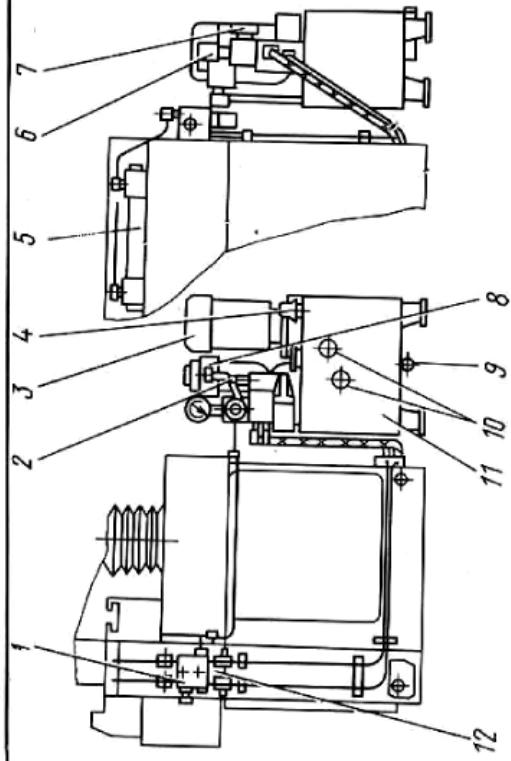

Рис.2. Гидротехническая
- гидрокоммуникации ЗЕ642E.70.000 (рис.2);
Гидрокоммуникация (рис.2) предназначена для соединения гидроцилиндра 5 станка с гидропанелью 1 и гидростанцией II резиновыми рукавами и медными
Перекрыть дроссели 9 (см. рис.2) гидропанели I.
Плавность реверса в системе осцилляции стола отрегулировать дросселями гидропанели I (см. рис.2).